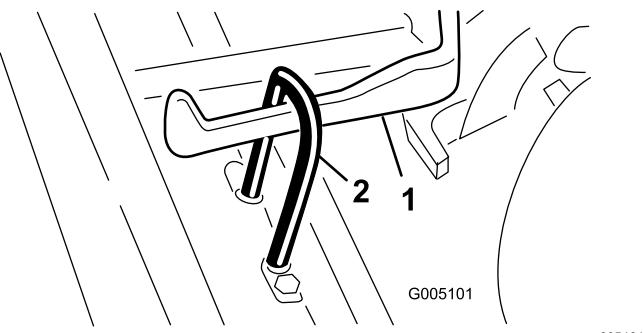

Figura 7
2. Faça deslizar a unidade de corte para debaixo da estrutura de apoio enquanto engata o gancho de elevação no braço de elevação (Figura 7).